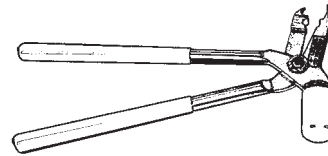

Figure 3 - Pince
**Pince à masses** (Figure 3).